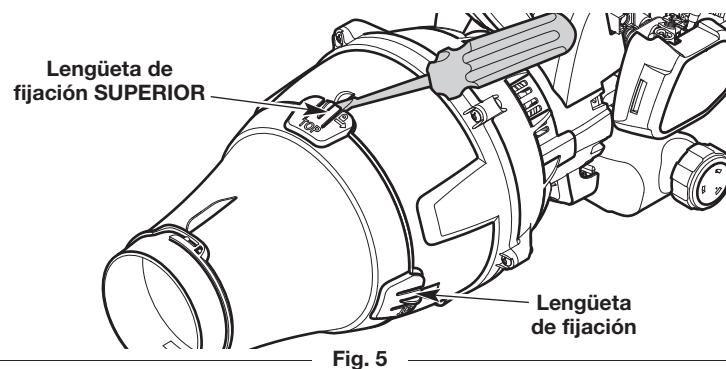

Fig. 5
1. Mientras sostiene firmemente el tubo superior del soplador inserte cuidadosamente un destornillador de cabeza plana debajo de la lengüeta de fijación SUPERIOR (Fig. 5).
2. Tuerza suavemente el destornillador para levantar la lengüeta de fijación de la salida del soplador. Repita este paso con la segunda lengüeta de fijación (Fig. 5).